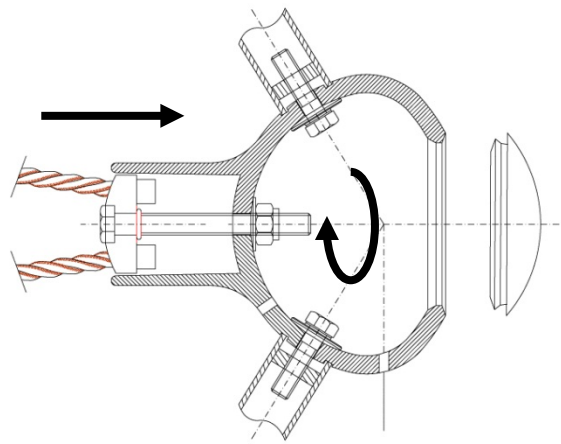

Abb. 6 Spannkugel mit Spannpunkt
Das Raumnetz wird mit dem am Raumnetz vormontierten Spannungspunkten und der Schraube in die Spannkugel montiert und gespannt. Mit Hilfe des Rohrsteckschlüssels SW24 (Im Lieferumfang enthalten) werden die Muttern in der Spannkugel „festgezogen“ und das Raumnetz wird gespannt (Abb.6).
- ⇒ Es wird so lange gespannt bis die Oberkante des Spannungspunktes mit der Kante des Spannkugelhalses bündig sitzt (Abb.6)